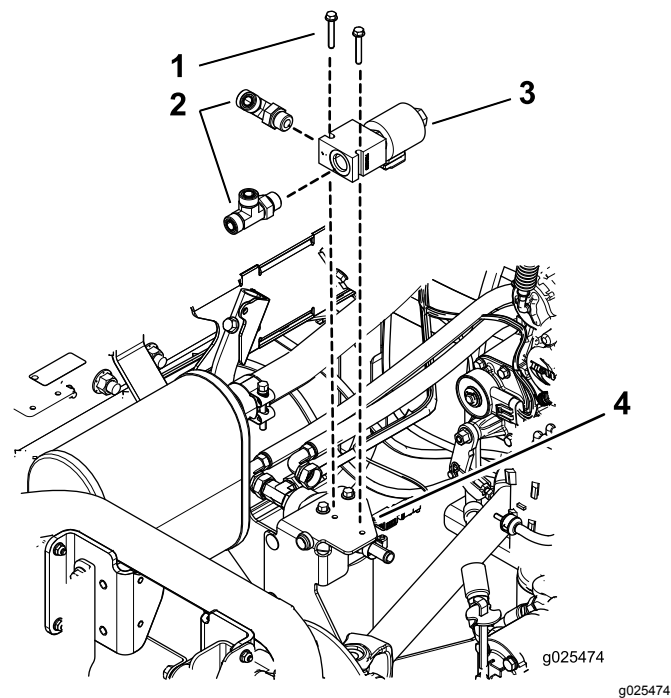

Figura 8
2. Monte o coletor no suporte da estrutura com 2 parafusos flangeados (1/4 x 1-7/8 pol.) posicionados como se mostra na Figura 8.
1. Monte sem apertar os encaixes em T no coletor (Figura 8).